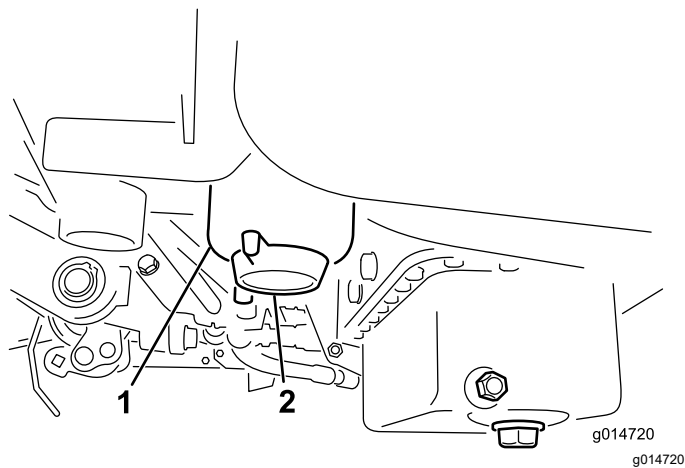

Bild 36
2. Reinigen Sie den Anbaubereich der Filterglocke (Bild 36).
4. Öffnen Sie die Filterablassschraube (Bild 36).